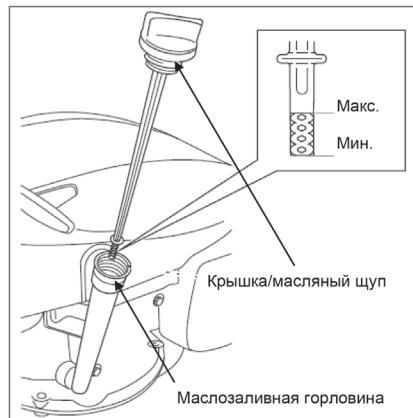

Рис. 15
- Вставьте щуп в маслозаливную горловину, не завинчивая его, и снова извлеките щуп. Проверьте уровень масла. Он должен находиться между максимальной и минимальной отметкой контрольного щупа ближе к верхней отметке (рис. 15). В случае необходимости медленно долейте моторное масло, подождите одну минуту, а затем снова проверьте уровень масла.